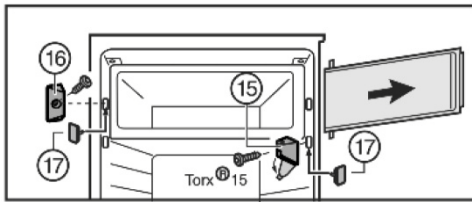

Fig. 5
- Fold dækpladen Fig. 5 (15) til hængslet væk.
- Skru hængsel Fig. 5 (15) og låge af.
- Skru lukkeelementet Fig. 5 (16) af.
- Dæk hullerne med dækpladen Fig. 5 (17).